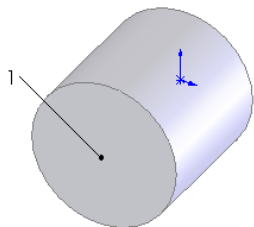
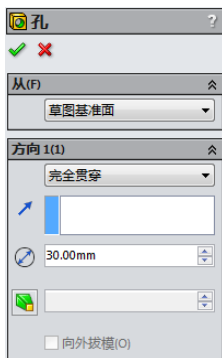

图 4-17 拉伸的图形
图 4-18 “孔”属性管理器
**03** 拉伸实体。在菜单栏中选择“插入”→“凸台/基体”→“拉伸”命令，将上一步绘制的草图拉伸为“深度”均为 60 的实体，结果如图 4-17 所示。
**04** 执行孔命令。选择图 4-17 中的表面 1，在菜单栏中选择“插入”→“特征”→“孔”→“简单直孔”命令，或者单击“特征”工具栏中的“简单直孔”图标按钮, 此时系统弹出如图 4-18 所示的“孔”属性管理器。